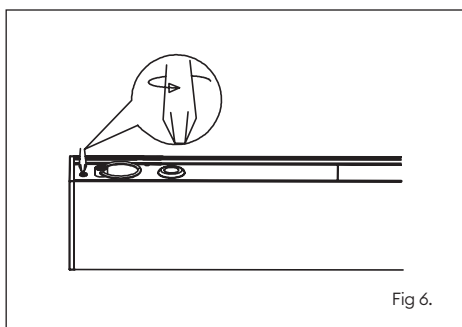

Fig 6.
5. Dévissez l'embout et la plaque à bornes à l'aide des 2 vis sur la partie supérieure, à côté du passe-câble (fig. 6 et 7).